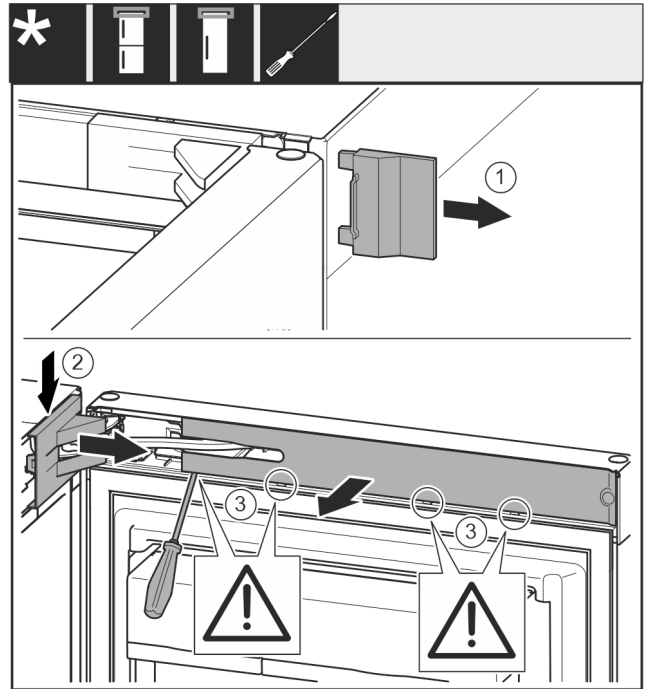

Fig. 8
- ▶ Зніміть кришку Fig. 8 (1).
- ▶ Звільніть і ослабте кришку опорного кронштейна Fig. 8 (2).
- ▶ Зніміть кришку опорного кронштейна Fig. 8 (2).
- ▶ За допомогою шліцьової викрутки звільніть від фіксатора та поверніть убік накладку Fig. 8 (3).